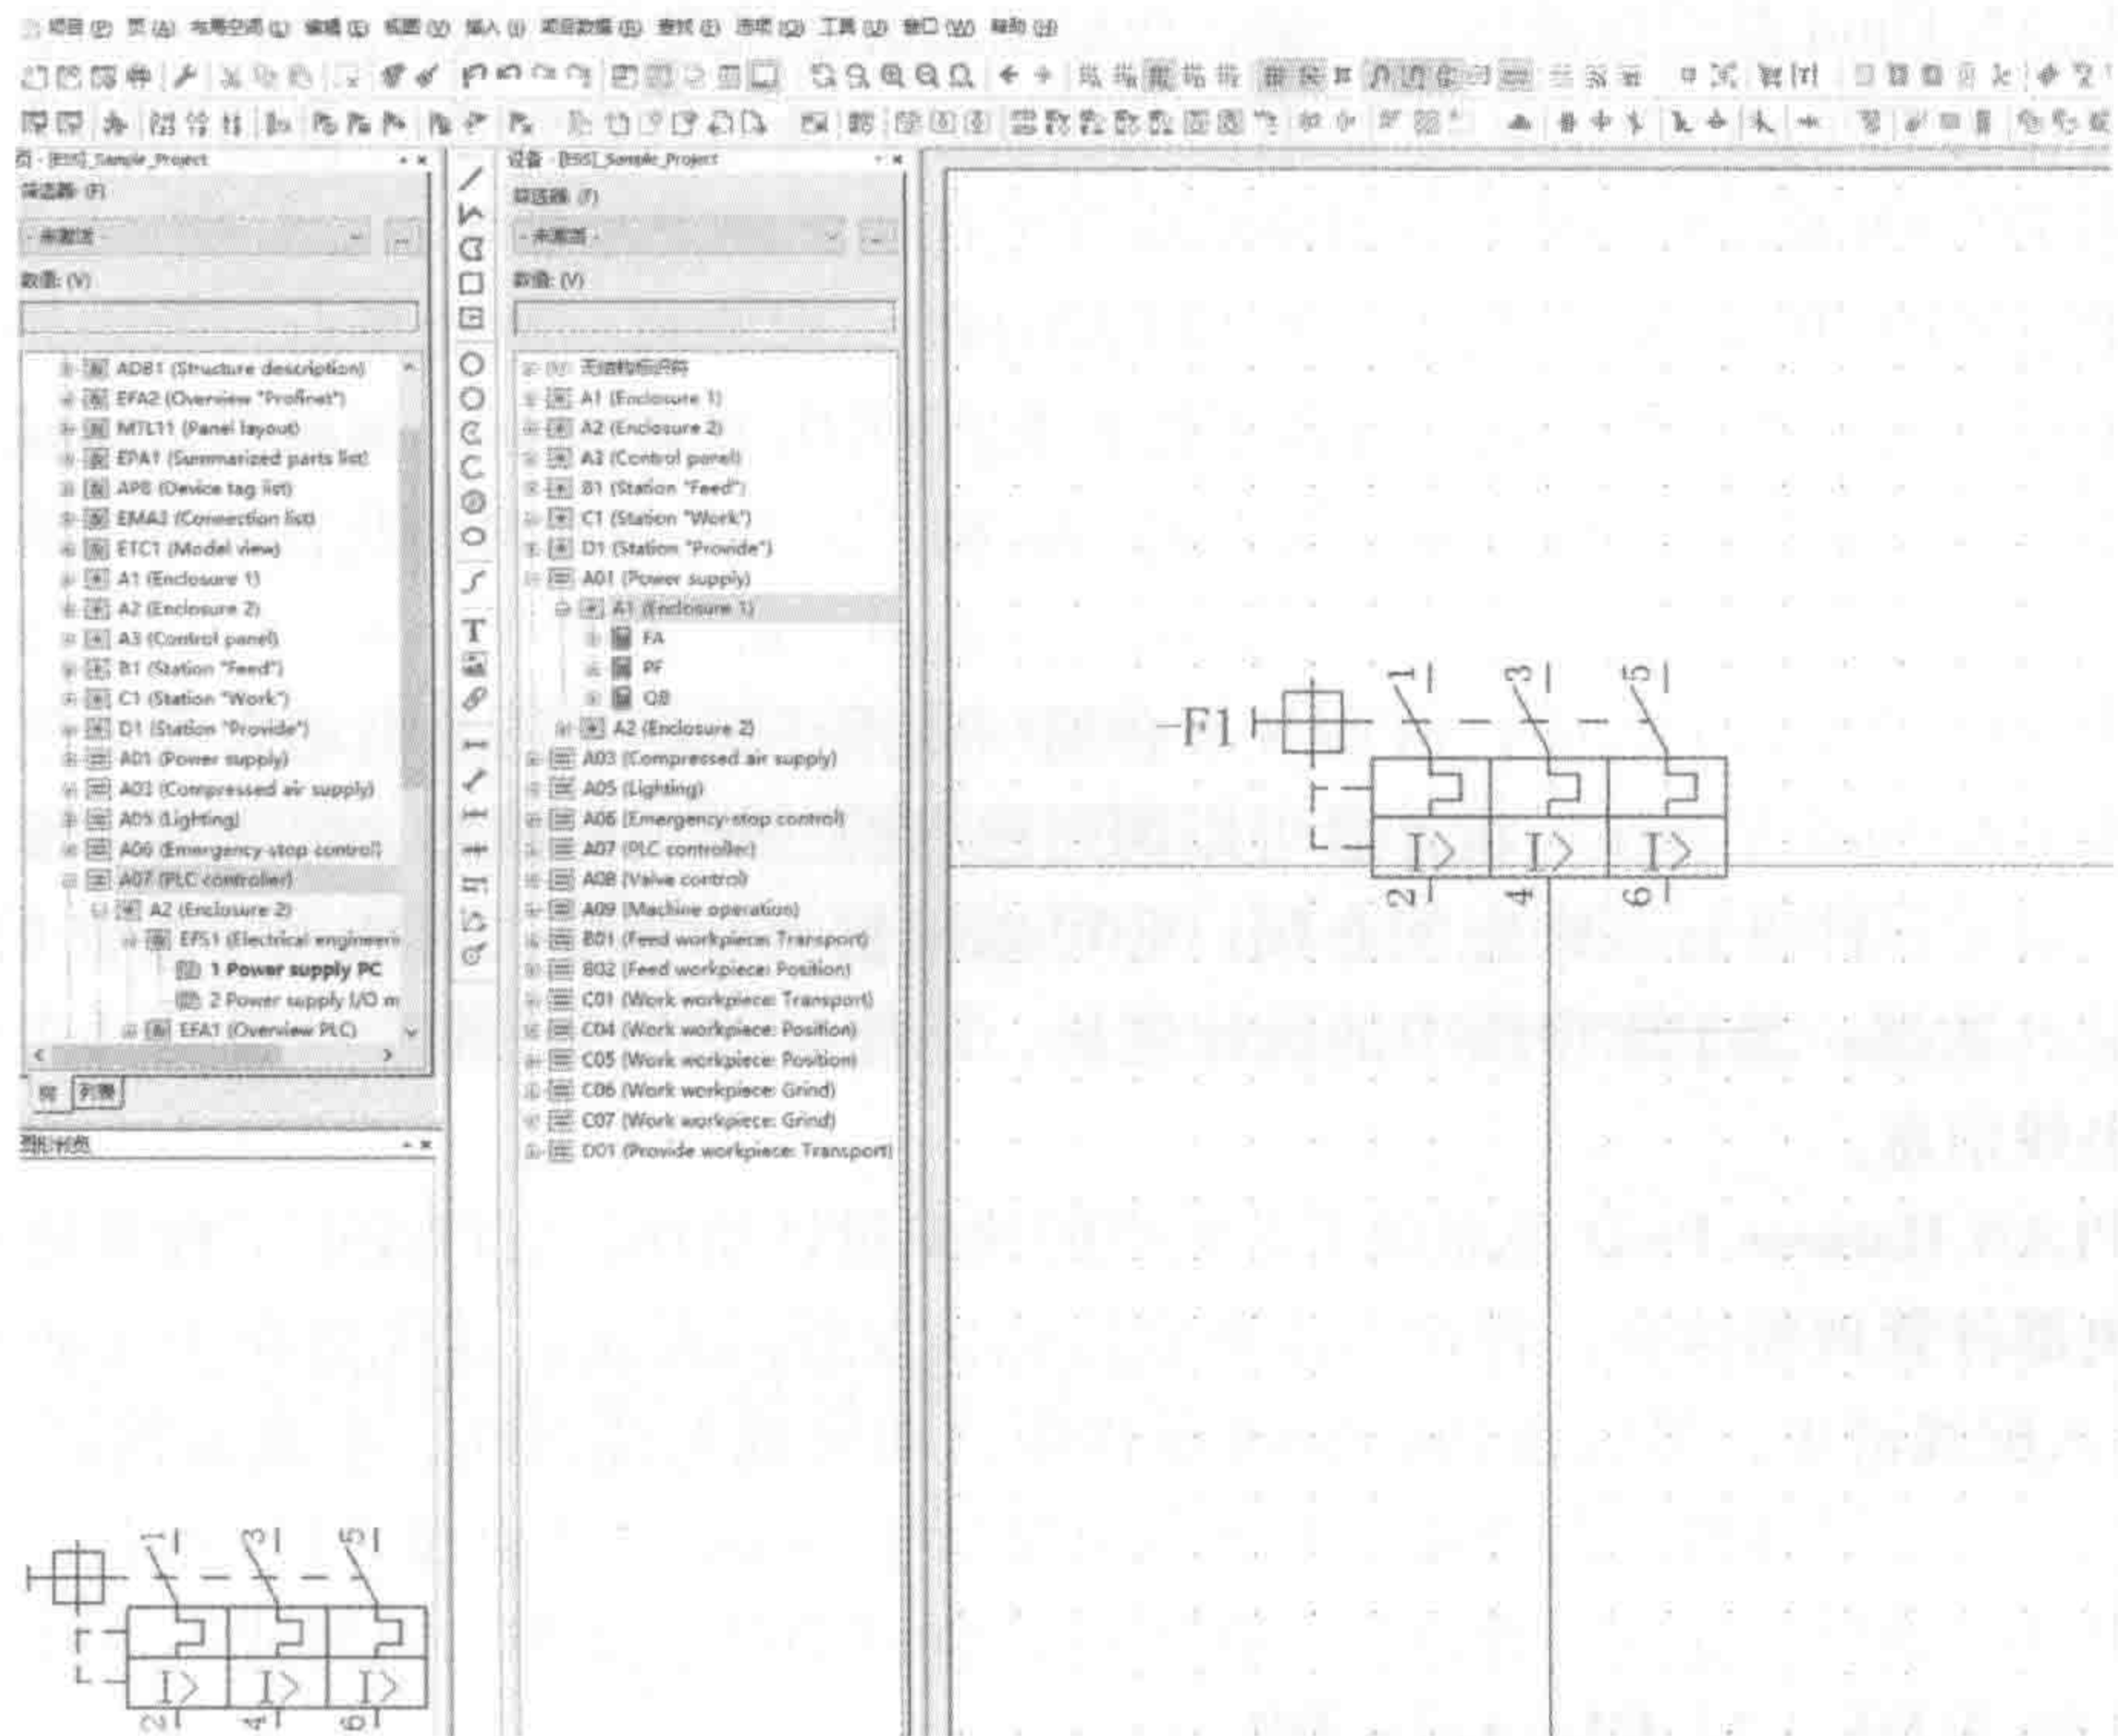

图 1-4 面向对象的设计
2) 面向对象的设计: 首先在导航器中预定义对象数据 (如设备数据), 然后再根据项目需要, 通过“拖拉式”将所选取的对象放在相应的原理图或者其他图纸中, 如图 1-4 所示。